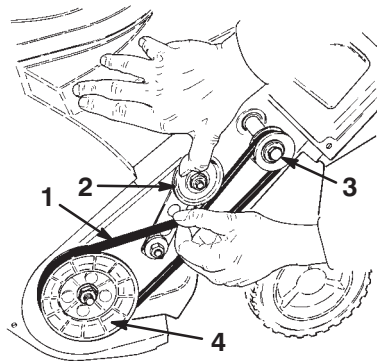

Figure 11
6. Tirez légèrement la poulie de tension vers le haut tout en sortant la courroie d'entraînement usagée. Laissez la poulie se détendre progressivement quand elle a dépassé la courroie (Fig. 11).
7. Tourner la turbine et extraire la courroie usagée de la poulie. La courroie doit sortir facilement de la poulie d'entraînement (Fig. 11).
8. Enroulez la courroie de rechange sur la poulie d'entraînement. Saisissez la courroie d'entraînement neuve, glissez-la sur la poulie de turbine et tournez la turbine jusqu'à ce que la courroie soit entièrement installée (Fig. 11).